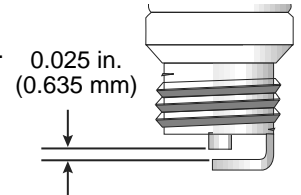

Fig. 31
3. Cambie las bujías que están rajadas, sucias o deterioradas. Fije la separación de aire a 0,635 mm (0,025 pulgadas) utilizando un calibre (Fig. 31).